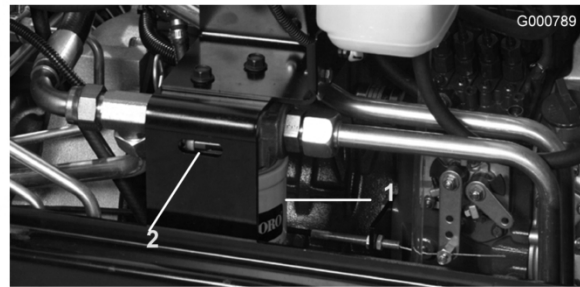

Figura 65
2. Pulite la superficie circostante il filtro. Collocate una bacinella di spurgo sotto il filtro, e toglie il filtro (Figura 65).